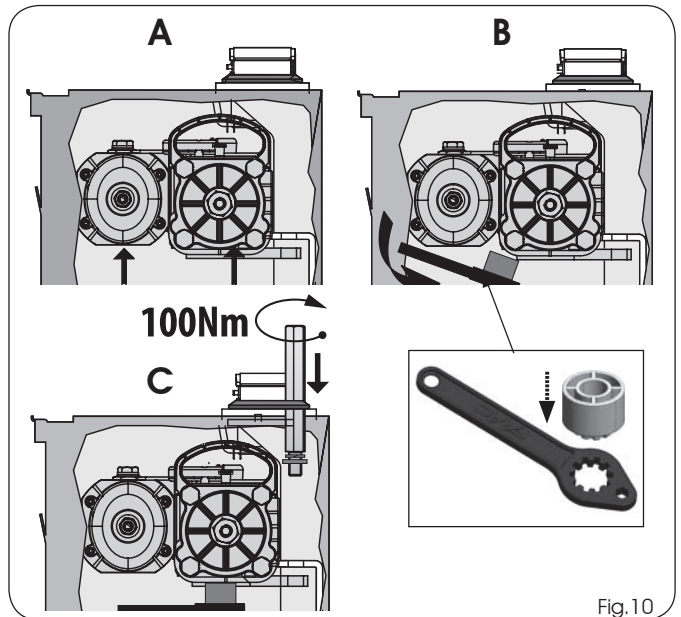

Fig.10
- 10) Suba el operador usando las manillas. (Fig.10 ref.A), introduciendo el piñón en el casquillo ranurado de la caja portante. Para facilitar esta operación, gire un poco el operador hasta que quede acoplado.